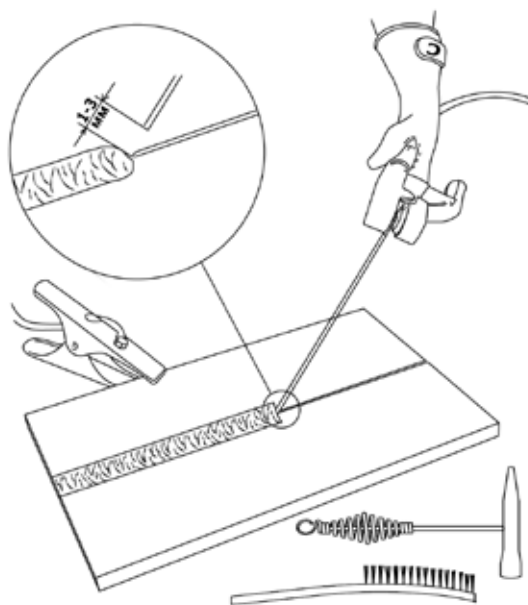

Рис. 12.2. Перед началом работы.
5. Начинайте сварочный процесс (См. рис. 12.2).
Перед началом работы не забудьте проверить следующее (См. рис. 12.2):